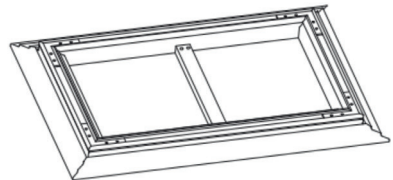

Abb. 8
8. Setzen Sie die Stützstrebe (L) mittig der Länge in den Rahmen ein (gemäß Abb. 8) und fixieren diese mit den beiliegenden Schrauben (P) am Verbindungselement (I).